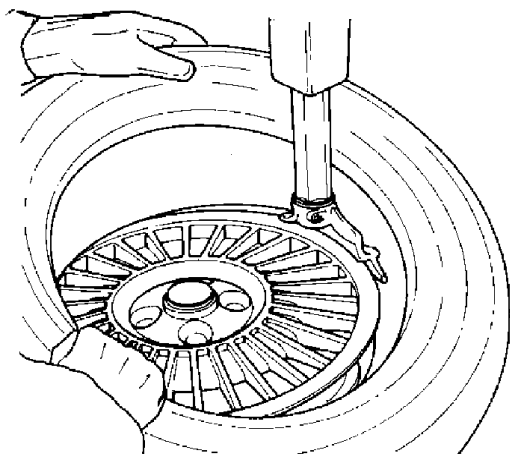

Fig.20
**B.** Bloquee la llanta en el plato autocentrante y hágalo girar hasta que la válvula se encuentre a las 2. Apoyar el neumático en la llanta. Haga oscilar el brazo de montaje y desmontaje para que el cabezal de montaje y desmontaje quede en la posición de trabajo. (Fig. 20) Acople el talón ENCIMA del cabezal de montaje y desmontaje y DEBAJO del dedo de montaje del cabezal de montaje y desmontaje (Fig. 20). Haga girar la rueda a la derecha (pedal derecho abajo) al mismo tiempo que empuja el talón en el canal en posición diametralmente opuesta al cabezal de montaje y desmontaje.